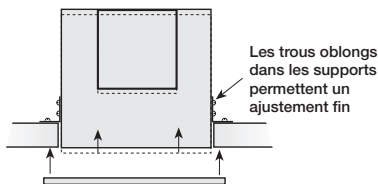

Figure 5
4. Placer l'appareil entre les solives. Placer les supports de fixation de manière à aligner le bord inférieur du caisson sur le plafond fini, puis serrer les supports de fixation réglables, voir Figure 5.